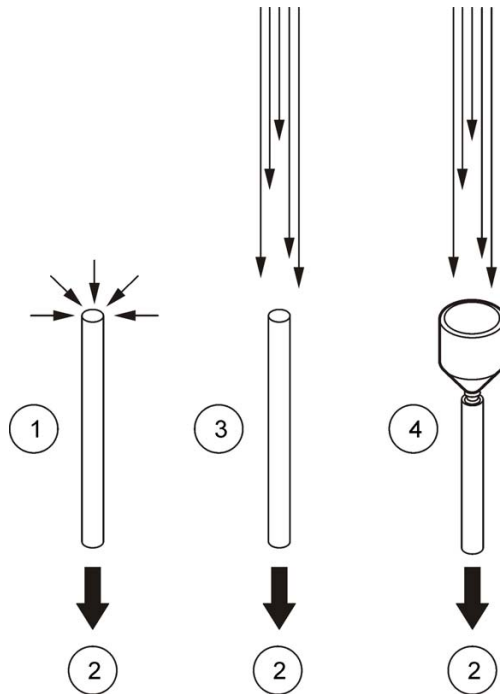

Figure 3 Fonctionnement de la sonde isocinétique
La sondes d'échantillonnage isocinétique est conçue pour une mesure précise dans des environnements de débit laminaire. La vitesse de l'air dans la sonde est proche de celui d'un débit laminaire horizontal ou vertical d'une salle blanche. La sonde favorisera la vitesse de l'écoulement vertical (ou horizontal) de l'air pour collecter des échantillons représentatifs des flux laminaires de la salle blanche à destination du compteur de particule. Se référer à la Figure 3 pour une comparaison d'échantillon avec et sans sonde isocinétique.
La position d'une sonde isocinétique est très importante pour la précision du comptage. Se référer aux directives d'échantillonnage et à la Figure 3 à la page 9 avant l'installation.
- Positionner la sonde d'échantillonnage face à la direction de l'écoulement (se référer à la Figure 3 à la page 9).